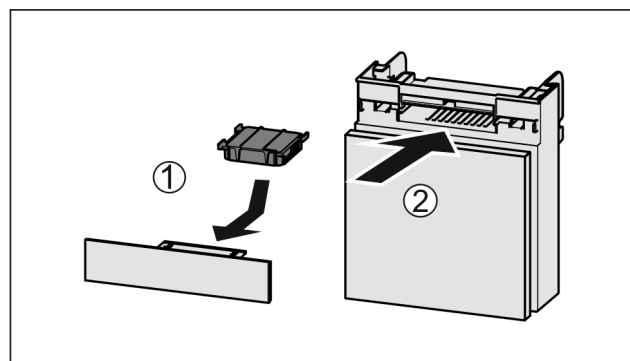

Fig. 196
- Inserire il vano Fig. 196 (2).